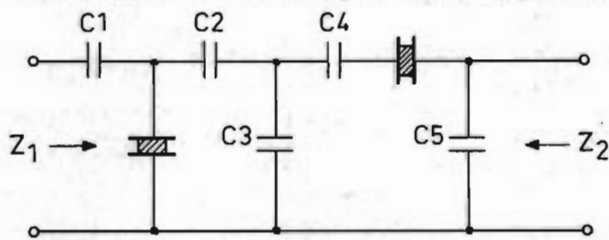
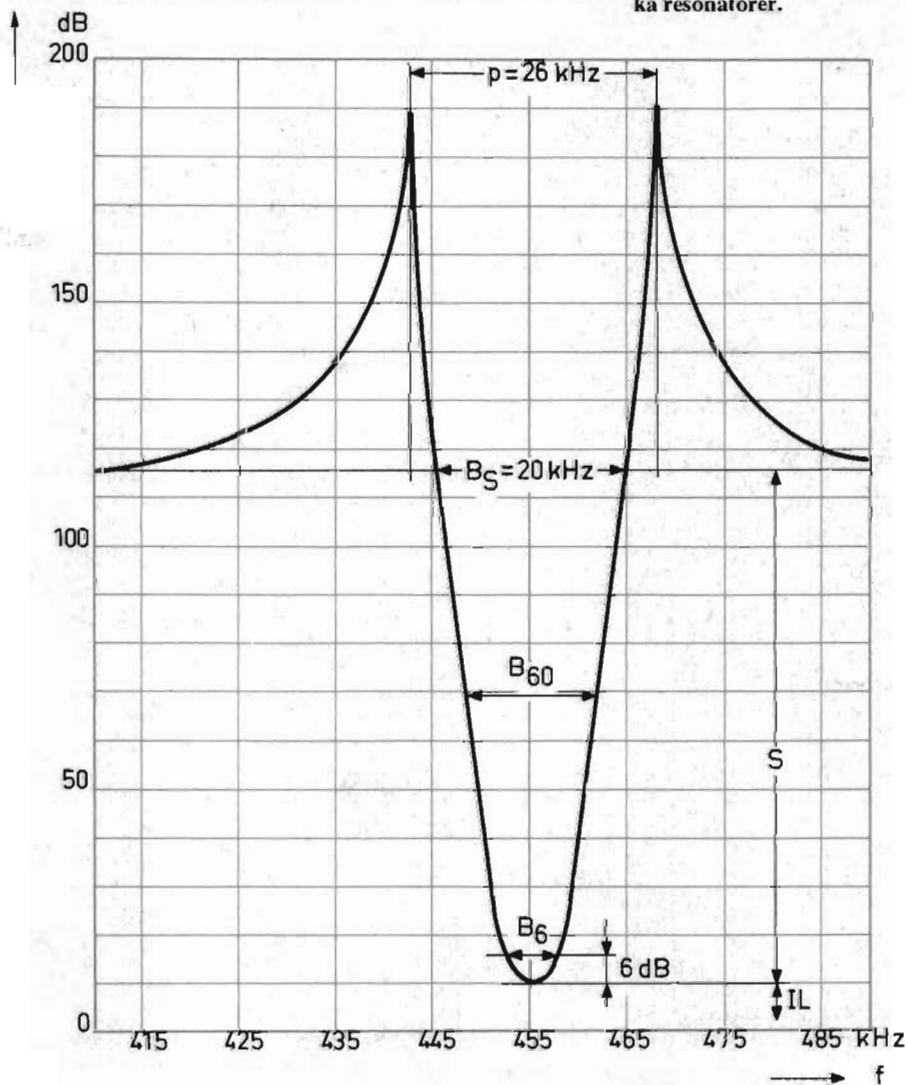

Fig 1. Den enklaste varianten av filter med två keramiska resonatorer.
Fig 2. Kurvformen för ett filter med n seriekopplade länkar enl fig 1. Fyra länkar ger exakt den karakteristik som visas.
*TF 04-442* har centrumfrekvensen 455 kHz och Q-värdet ca 500. Filterbandbredder mellan 2 och 20 kHz kan erhållas och många olika kopplingar är möjliga. — I det följande skall vi emellertid utgå från en filterlänk enligt *fig 1*. Den innehåller 5 kondensatorer och 2 resonatorer, och dess allmänna karakteristik visas i *fig 2*, där de storheter som vi i fortsättningen använder är definierade.
Detta filter har exakt den kurvform, som visas i fig 2. Shape-faktorn är lika med 2,2 (6 — 60 dB), vilket gör filtret synnerligen väl lämpat för användning i en AM-mottagare för professionellt bruk.